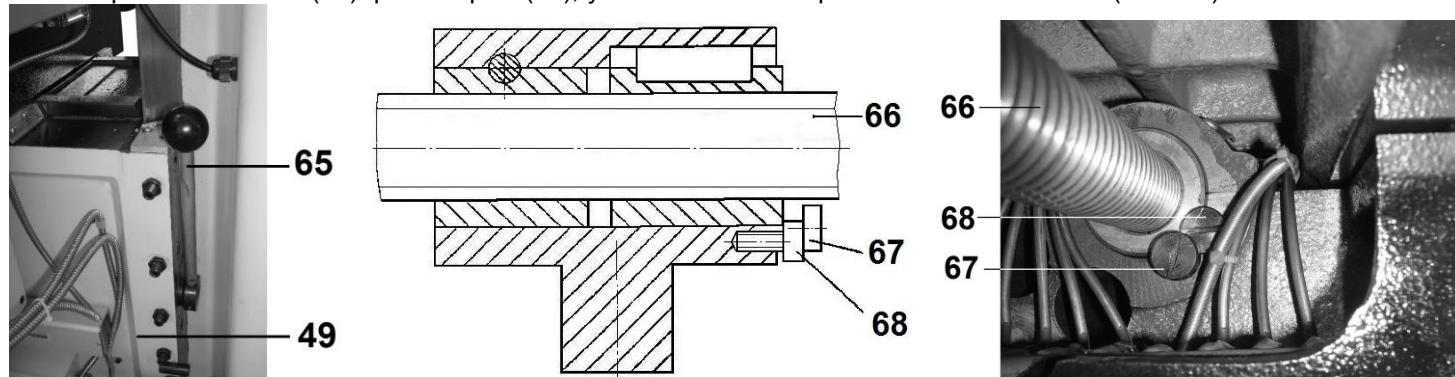

Рис. 14
9.3.9. Закрепите консоль (49) фиксатором (65), установив его в вертикальное положение (Рис. 14).